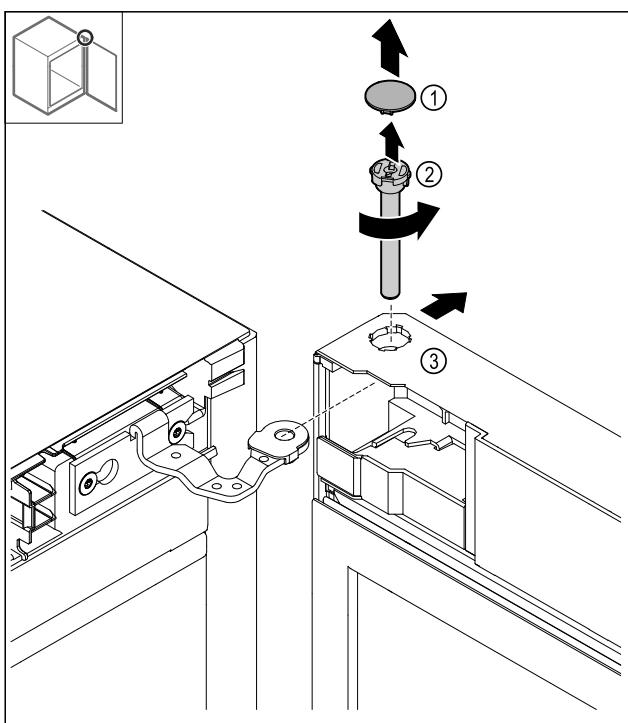

Fig. 19
- ▶ 取下盖板 Fig. 19 (1)。
- ▶ 逆时针旋转螺柱 Fig. 19 (2)并拔出。
- ▶ 稍稍倾斜冰箱门 Fig. 19 (3)。